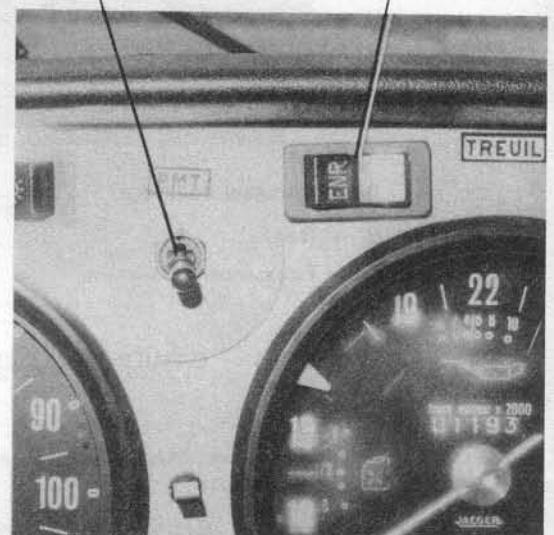

Fig. 47 — COMMANDES DU TREUIL
- Un interrupteur au tableau de bord permet d'enclencher la prise de mouvement, pour l'enroulement ou le déroulement du treuil (fig. 47).